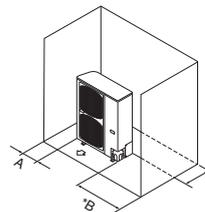

Рис. 2-1
- источников тепла, вытяжных вентиляторов и т.п. (Рис. 2-1)